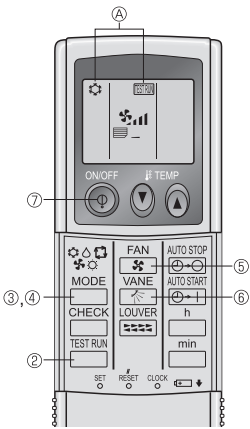

Fig. 7-5
7.2.2. 使用无线遥控器 (Fig. 7-5)
- ① 至少在试运转前 12 小时接通本机的主电源。
- ② 连续按下 **TEST RUN** 按钮两次。